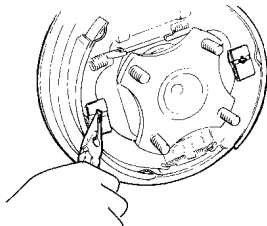

图 13-4
(7) 旋转制动蹄片压紧销,把制动蹄压紧弹簧拆下(图13-4)。